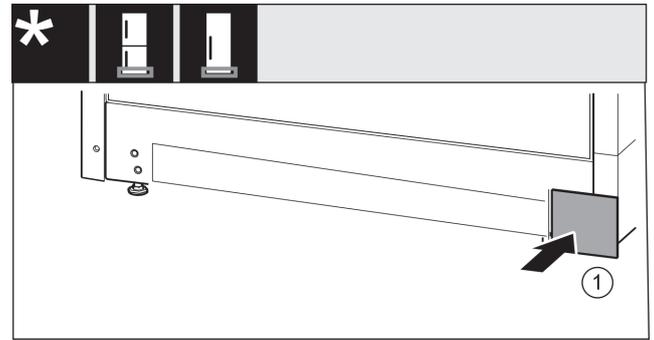

Fig. 26
- ▶ Abdeckung auf der anderen Seite wieder aufsetzen. Fig. 26 (1)